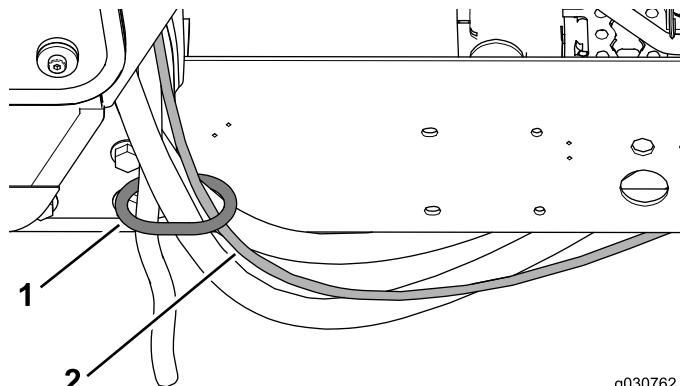

Figura 41
1. Enrute la manguera del lavaparabrisas a través del aro del soporte trasero de la cabina (Figura 41).